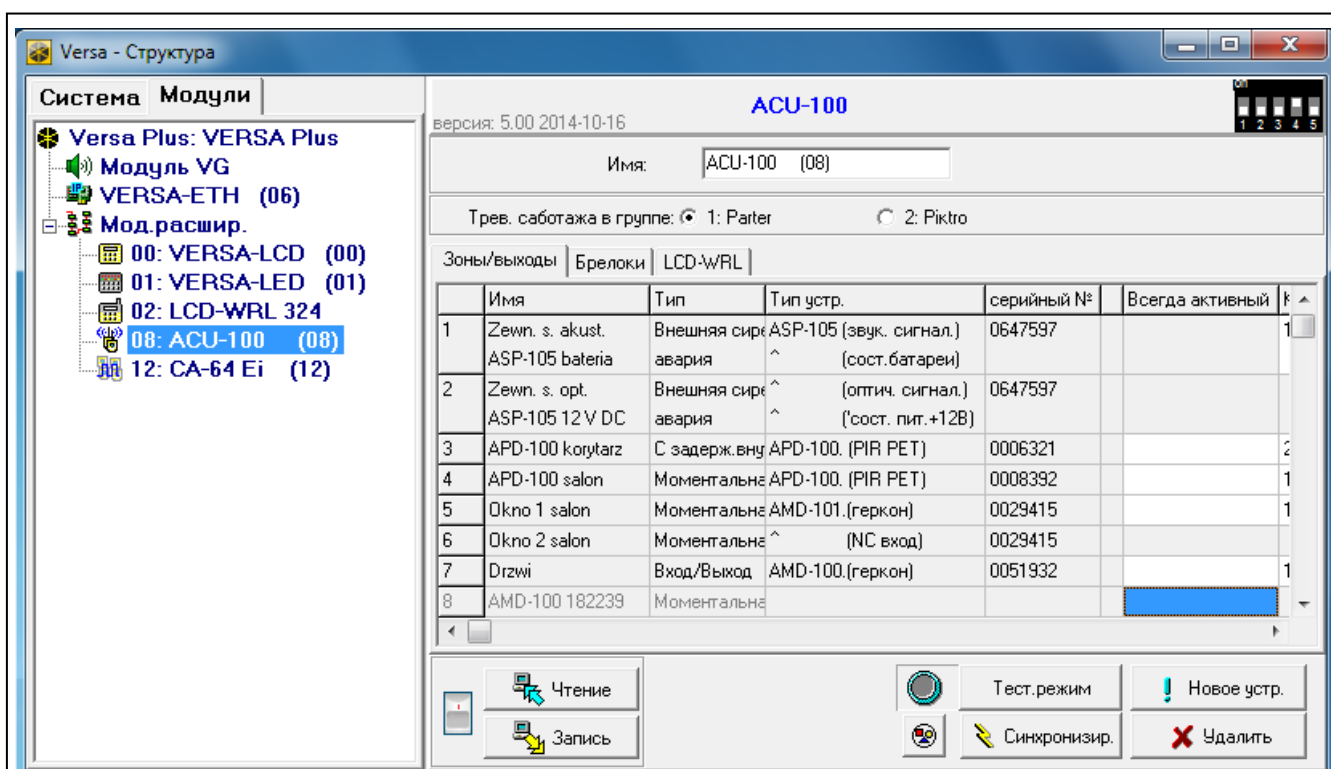

Рис. 3. Программа DLOADX: установки клавиатуры, которые хранятся в контроллере системы ABAX.
Беспроводные клавиатуры можно добавлять в окне «Versa – Структура», в «Модули», после того, как кликнуть по названию контроллера системы АВАХ в списке устройств, затем по закладке «LCD-WRL» (см.: рис. 3 с. 6).
Беспроводные клавиатуры можно удалять в окне «Versa – Структура», в закладке «Модули», после того, как кликнуть по названию контроллера системы AVAX в списке устройств, а затем по закладке «LCD-WRL» (см.: рис. 3 с. 6).
- программа DLOADX: →окно «Versa – Структура» →закладка «Модули» →ветка «Модули расширения» →[название контроллера системы AVAX] →закладка «LCD-WRL» (см.: рис. 3),